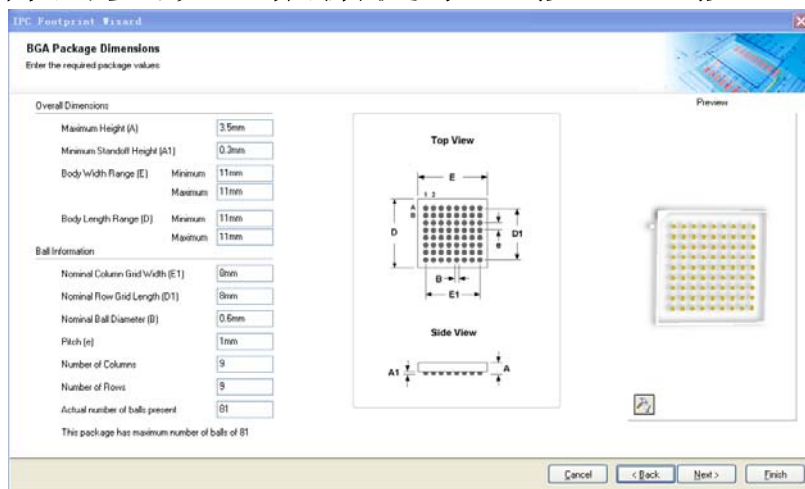

图5-8 IPC Footprint Wizard利用元器件尺寸参数建立封装
- PC Footprint Wizard 用于创建IPC器件封装。IPC Footprint Wizard 不参考封装尺寸，而是根据IPC发布的算法直接使用器件本身的尺寸信息。IPC Footprint Wizard使用元器件的真实尺寸作为输入参数，该向导基于IPC-7351规则使用标准的Altium Designer对象（如焊盘、线路）来生成封装。可以从PCB Library Editor菜单栏Tools菜单中启动IPC Footprint Wizard向导，出现IPC Footprint Wizard对话框，按Next按钮，进入下一个IPC Footprint Wizard对话框如图5-8所示。